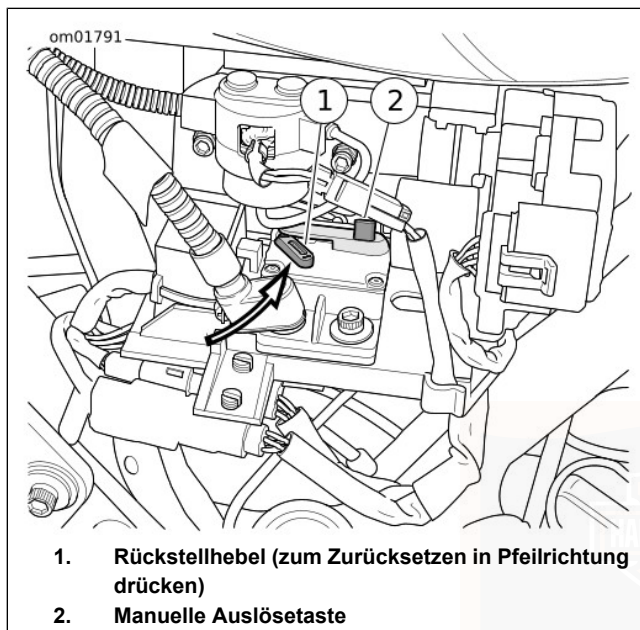

Abbildung 84. Überlastschalter des Rückfahrmotors
Siehe Abbildung 84. Der Überlastschalter befindet sich in der Elektriztafel. Dieser manuell zurückstellbare Überlastschalter hat ein rote Auslösetaste (2) und einen Rückstellschalter (1). Um den Überlastschalter manuell auszulösen, Drucktaste herunterdrücken (dies bewirkt, dass der Rückstellschalter herausgedrückt wird).